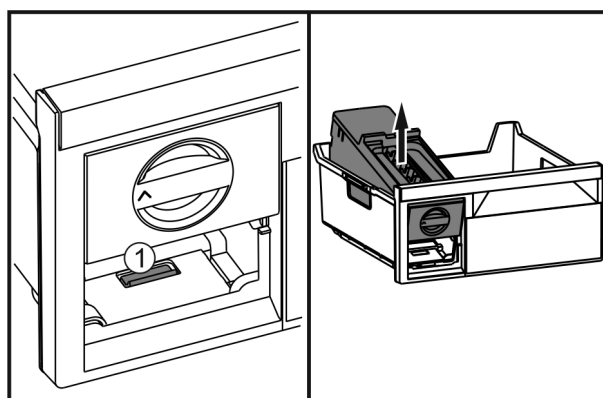

Fig. 46
- ▶ Stlačte sponu Fig. 46 (1), nadvihnite zariadenie EasyTwist-Ice zozadu a vyberte ho zo zásuvky na zmrazovanie.